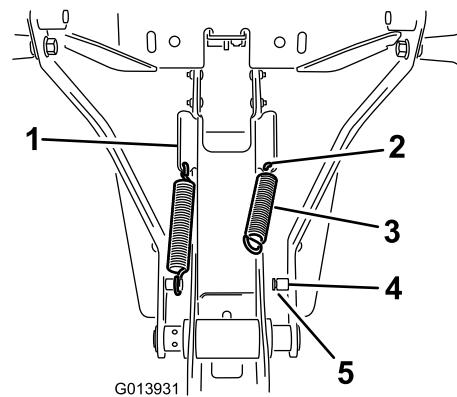

Figure 10
1. Accrochez le ressort dans le trou inférieur de la patte inclinée sur le côté du cadre (Figure 10).
2. Accrochez un côté du ressort dans le trou et l'autre côté sur l'ergot (Figure 10).
- Veillez à engager correctement l'extrémité du ressort dans la rainure de l'ergot (Figure 10).